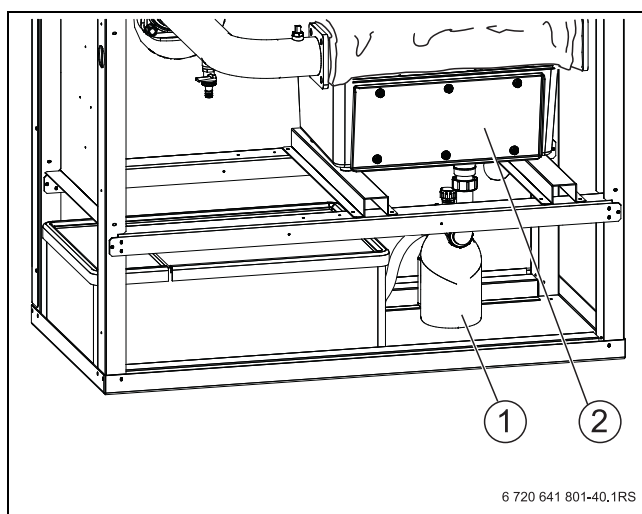

Fig. 59 Smontaggio del sifone
- Smontare il sifone (→ fig. 59, [1]) dallo scarico della vasca di raccolta della condensa (→ fig. 59, [2]) e collocarvi sotto un bidone.